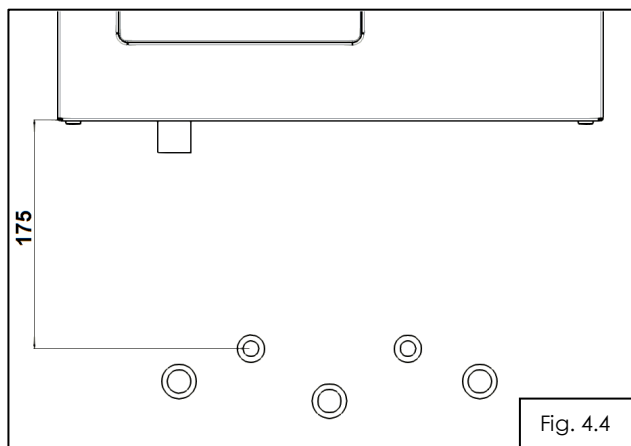

Fig. 4.4
a) - se pozitioneaza si asigura centrala pe perete la o distanta de 175mm fata de axa racordului situat cel mai sus. (Fig. 4.4)